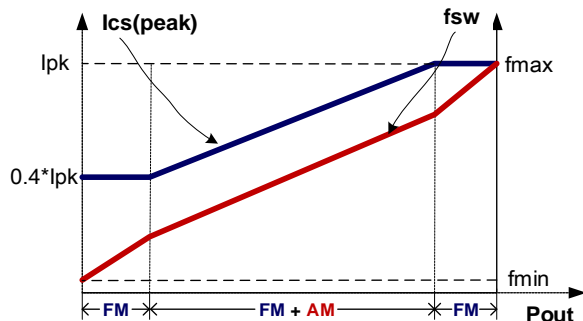

图 4
如图 4 所示，为了满足严苛的平均效率和待机功耗要求，U6513BS 采用了调幅控制 (AM) 和调频控制 (FM) 结合的多模式控制技术。接近满载输出时工作在调频工作模式中；在轻重载条件下，系统工作在调频工作和调幅工作模式中；当系统接近空载输出时，系统工作在调频模式中以降低待机功耗。利用此种控制技术，系统可以获得低于 70mW 的待机功耗。